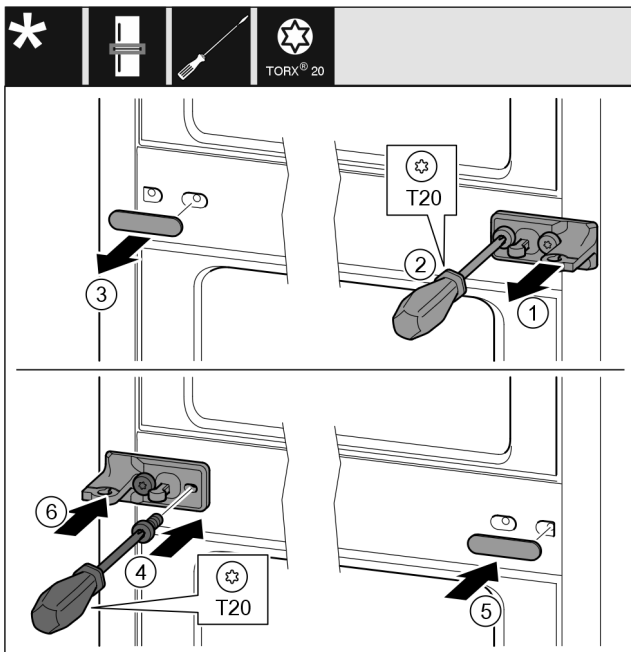

Fig. 36
- Retirer la rondelle Fig. 36 (1).
- Retirer les vis Fig. 36 (2) avec un tournevis.
- Retirer le cache Fig. 36 (3) avec précaution.
- Visser fermement le support de palier avec film Fig. 36 (4) tourné de 180° de l'autre côté.
- Installer le cache Fig. 36 (5) tourné de 180° de l'autre côté.
- Insérer la rondelle Fig. 36 (6).